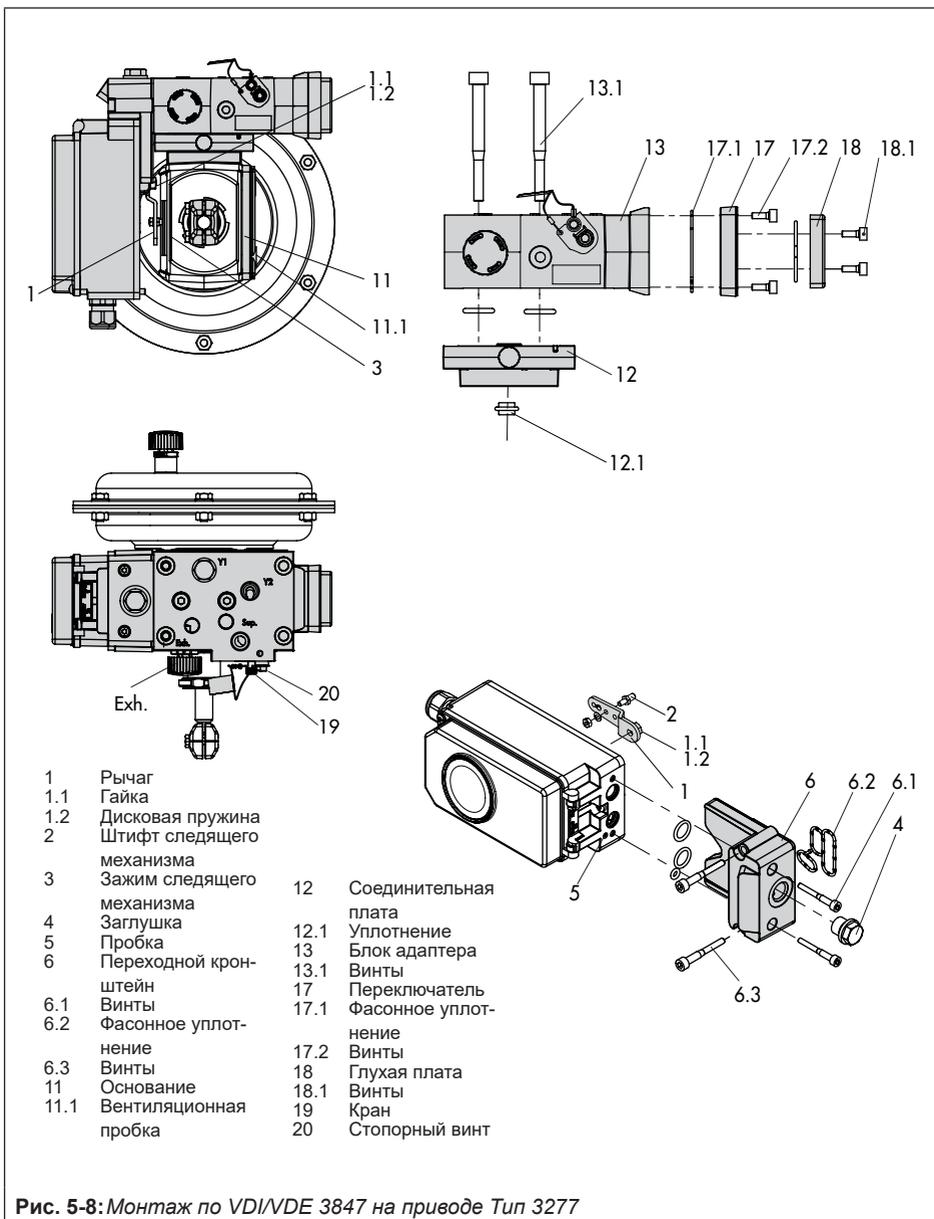

Рис. 5-8: Монтаж по VDI/VE 3847 на приводе Тип 3277
Монтаж на приводе Тип 3277 (см. Рис. 5-8)
Позиционер монтируют на раме, как показано на Рис. 5-8. Регулирующий сигнал подаётся на привод с помощью соединительной платы (12), при положении безопасности "шток привода выдвигается" – по внутреннему каналу в раме клапана, при положении безопасности "шток привода втягивается" – по внешней соединительной трубке.